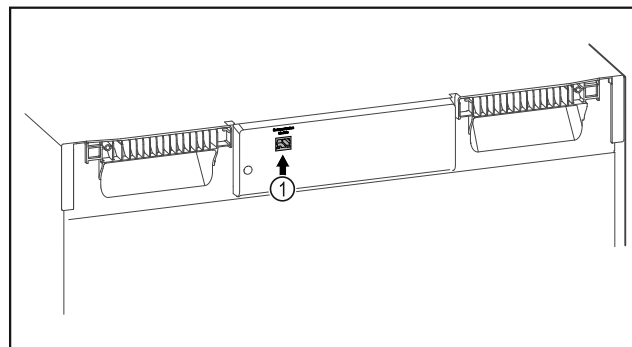

Fig. 101
- SmartModule Fig. 101 (1) установлен.